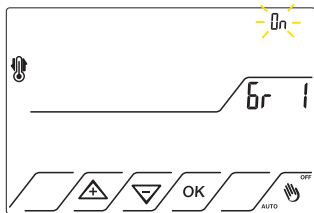

Fig.40
10.5.4 Premere i tasti ▲ o ▼ per attivare la funzione antigrippaggio. Compare la scritta On Fig.40